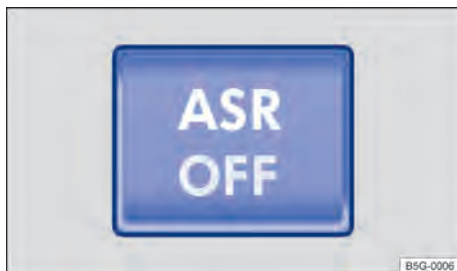

Fig. 154 Na parte inferior do console central: botão para desligar e ligar manualmente o ASR, ASR com ESC ou ESC Sport.
- Em algumas versões de modelo, a função ASR pode ser desligada pressionando o botão ⇒ Fig. 153 ou ⇒ Fig. 154 com o motor em funcionamento.
- Religar a função ASR pressionando o botão ⇒ Fig. 153 ou ⇒ Fig. 154.